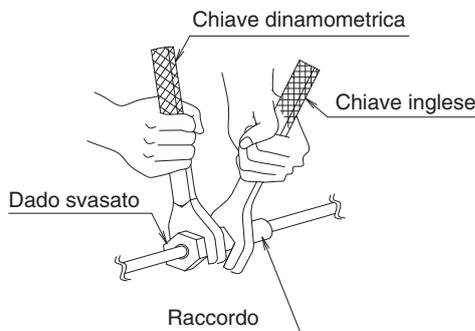

Fig. 13
- Durante il collegamento delle tubazioni al condizionatore d'aria, assicurarsi di utilizzare una chiave inglese e una chiave dinamometrica, come illustrato in Fig. 13. Per le dimensioni del componente svasato, vedere la Tabella 1.